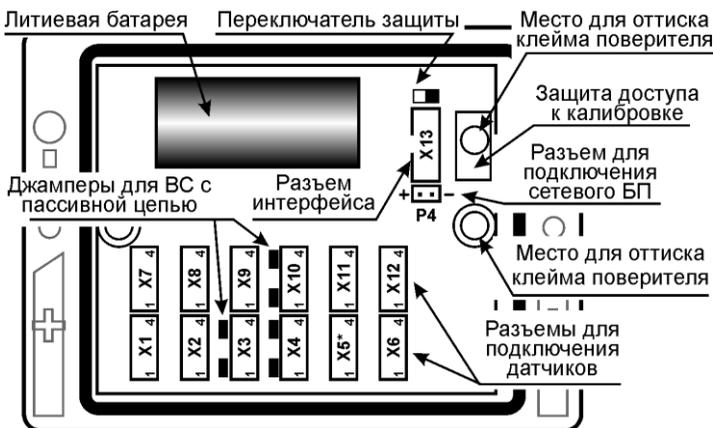
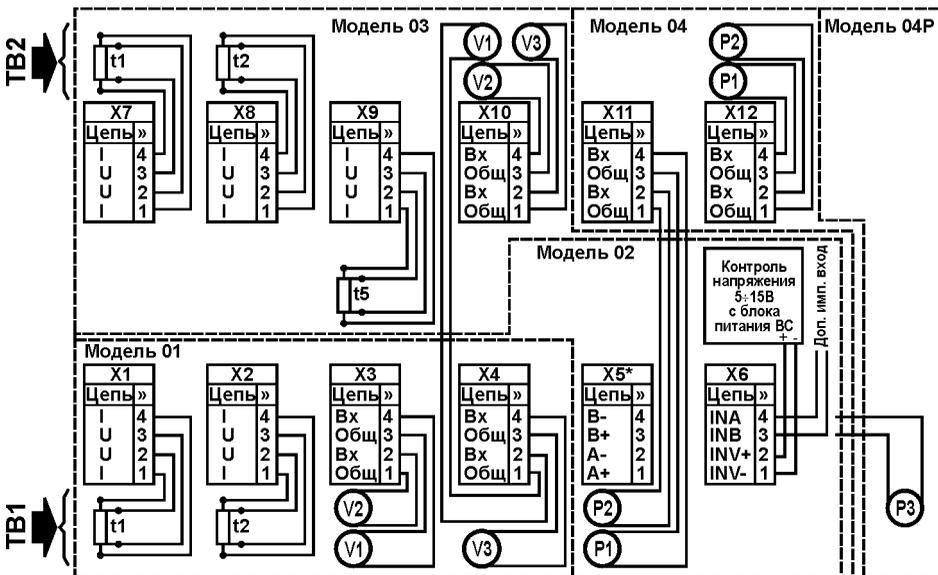

Рис. 5.3 – Вид снизу на снятую крышку ВКТ-7
Рис. 5.4 – Схема подключения датчиков к разъемам ВКТ-7
Контроль наличия сетевого питания в вычислителях организован путем подачи напряжения 5...15 В на контакты 1 и 2 разъема X6 (рис. 5.4). Вход контроля имеет гальваническую развязку. Максимальное значение тока потребления не превышает 15 мА.
- от блока питания одного из расходомеров (см. схему подключения рис. 5.4);
При установке сетевого блока питания исполнения **02** в качестве сигнала контроля сетевого питания используется непосредственно напряжение питания 3,6 В, подаваемое на разъем Р4 (см. рис. 5.3). Напряжение на разъеме X6 в данном случае игнорируется.
В случае пассивного типа выхода следует установить перемычку (джампер), показанную на рис. 5.3 слева от соответствующего разъема X3, X4 и X10, а при активном – снять ее.
Разъемы для подключения внешних цепей находятся на модуле в верхней части ВКТ-7. Размещение разъемов приведено на рис. 5.3, а схема подключения датчиков – на рис. 5.4. При поставке ВКТ-7 ответные части разъемов и джамперы установлены.
- убедиться, что левее каждого из имеющихся разъемов X3, X4 и X10 установлены джамперы (рисунок 5.3). В противном случае джамперы следует установить, взяв их из состава поставки комплекта соединителей;
- при автоматизированной проверке убедиться, что в вычислителе установлен адаптер RS232 или универсальный адаптер RS485/RS232. В противном случае (установлен адаптер RS485 или Ethernet) следует подключить к разъему X13 (рисунок 5.3) адаптер RS232, взяв его состава поставки комплекта соединителей.